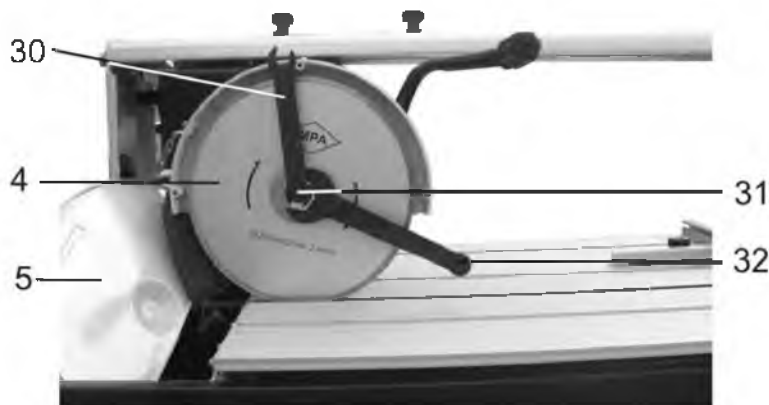

Рис. 10
11.3.3. Во время резки отрезной диск (4) должен быть постоянно влажным. Если вода не поступает, проверьте насос и уровень воды в поддоне (3).
12. ЗАМЕНА ОТРЕЗНОГО ДИСКА (Рис. 10)